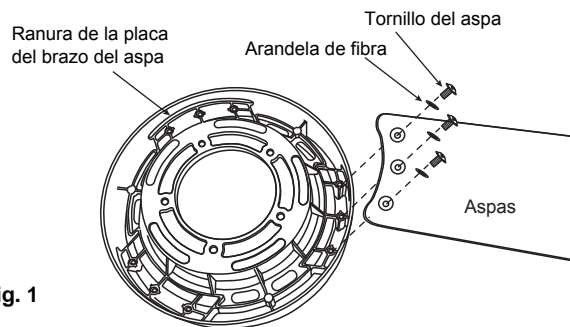

Fig. 1
**Paso 1.** Inserte el asa a través de la ranura de la placa del brazo del asa. (Fig. 1) Asegure el asa con los tres tornillos y la arandela de fibra proporcionados.